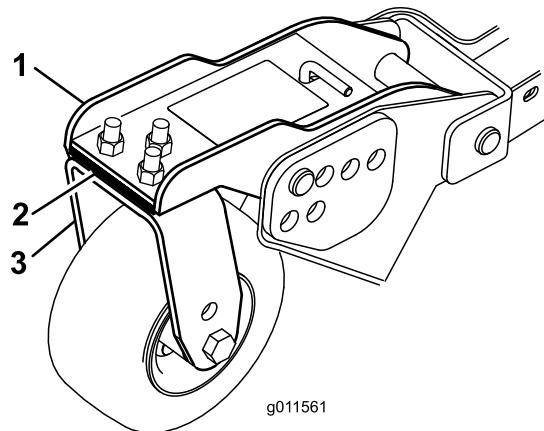

Figura 30
3. Se il bordo interno del piatto di taglio laterale è troppo alto in relazione al bordo esterno del piatto di taglio anteriore, rimuovete uno spessore dalla parte inferiore del braccio della ruota orientabile anteriore interno sul piatto di taglio laterale (Figura 30).
3. Regolate gli spessori (3 mm) sul braccio (o bracci) della ruota orientabile, finché l'altezza di taglio non corrisponde al valore riportato sull'adesivo (Figura 30).